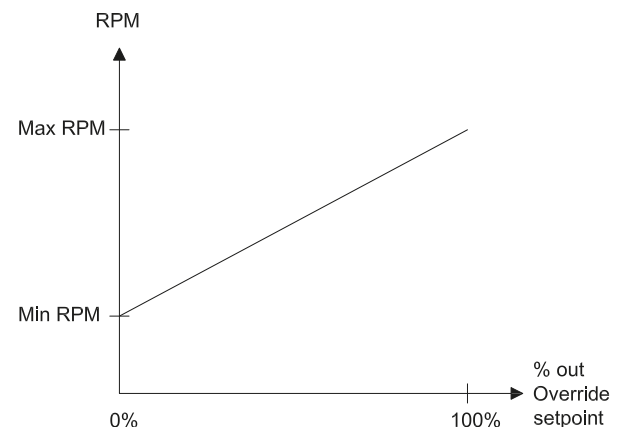
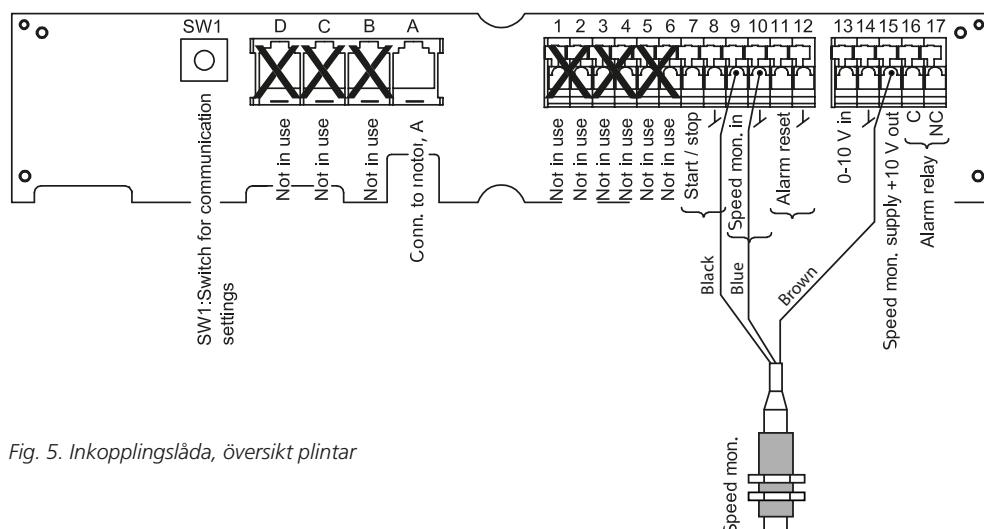

Fig. 3. Förhållande mellan hastighet och min./max. varvtalsinställning
Fig. 5. Inkopplingslåda, översikt plintar
Värmeväxlarstyrningen reglerar hastigheten linjärt mellan 0 % och 100 %, dock begränsat till reglerområdet mellan de inställda lägsta och högsta varvtalen (se fig 3). 100 % hastighet definieras med en ingångsspänning på "0-10 V in" (plint 13) på 9,5 V (100 % vid 9,5 V, +/-2 %).
- Anslut styrsignalen 0 – 10 V DC från en extern regulator i inkopplingslådan på plint 13 (0 - 10 V in) och 14 (↓) (se fig. 5). Värmeväxlarstyrningen reglerar hastigheten effektlinjärt mellan 0 % och 100 % (100 % vid 9,5 V +/- 2 %), dock enligt de inställda tiderna för ramp upp och ramp ner, och begränsat till reglerområdet mellan lägsta och högsta varvtal (se fig. 3 och 4). Funktionen "Styrning med 0-10 V DC" beskrivs i avsnitt 3. Funktion.
- Start- och stoppsignalen ansluts till inkopplingslåda på plint 7 (Start/stop) och 8 (↓) (se fig. 5). Det ska vara en potentialfri digital kontakt. "Start-/stopp"-funktionen beskrivs i avsnitt 3. Funktion.
- Alarm Reset-signalen ansluts till värmeväxlarstyrningens inkopplingslåda på plint 11 (Alarm reset) och 12 (↓) (se fig. 5). Det ska vara en potentialfri digital kontakt. Funktionen "Alarm Reset" beskrivs i avsnitt 3. Funktion.
- Värmeväxlarstyrningen är försedd med en larmreläutgång med slutande funktion vid fel eller larm. Larmsignalen är märkt med "Alarm relay", och ansluts till inkopplingslådan på plint 16 (C) och 17 (⊖) (se fig. 5). Det ska vara en potentialfri digital kontakt. Funktionen "Alarm Relay" beskrivs i avsnitt 3. Funktion.
| | Driftsignal saknas | Kortslut plintarna 7 och 8 i värmeväxlarstyrningens inkopplingslåda markerade med ⚡ (GND) og "Start/Stop" (fig.5). |
| | Styrsignal 0 – 10 V DC saknas. | Kontrollera att styrsignalen 0 - 10 V DC är korrekt ansluten till plintarna 13 och 14 i värmeväxlarstyrningens inkopplingslåda markerade med ⚡ (GND) och "0-10 V in" (fig.5). |
| | Motorn har stoppats av det interna motorskyddet 3 gånger på grund av överlast eller annat larm. | Återställ larmet genom att kortsluta plintarna 11 och 12 i värmeväxlarstyrningens inkopplingslåda markerade med ⚡ (GND) och "Alarm reset" (fig.5). Du kan också återställa larmet genom att stänga av spänningen till värmeväxlarstyrningen och slå på den igen efter ca 60 sekunder. |